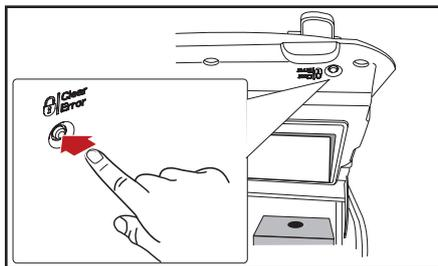

Fig. 4.7 - Botón BLOQUEAR/BORRAR-ERROR
2. Pulse el botón BLOQUEAR/BORRAR-ERROR para bloquear el suministro de bebida (fig. 4.7).